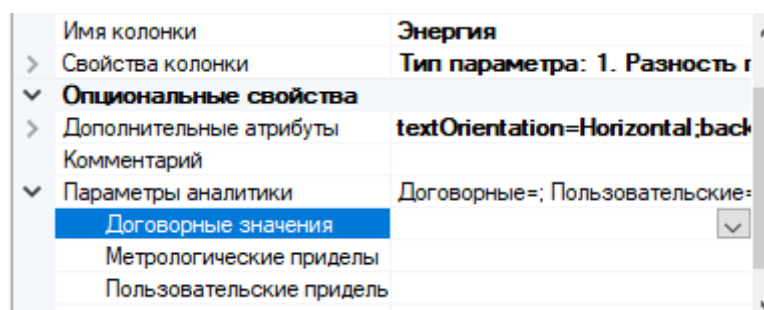

Рисунок 160. Настройка параметров аналитики
3. Прописать параметры свойства аналитики. Для этого в правом поле параметров встать на конкретный параметр и задать конкретные параметры аналитики в поле обязательных свойств (рисунок 160).